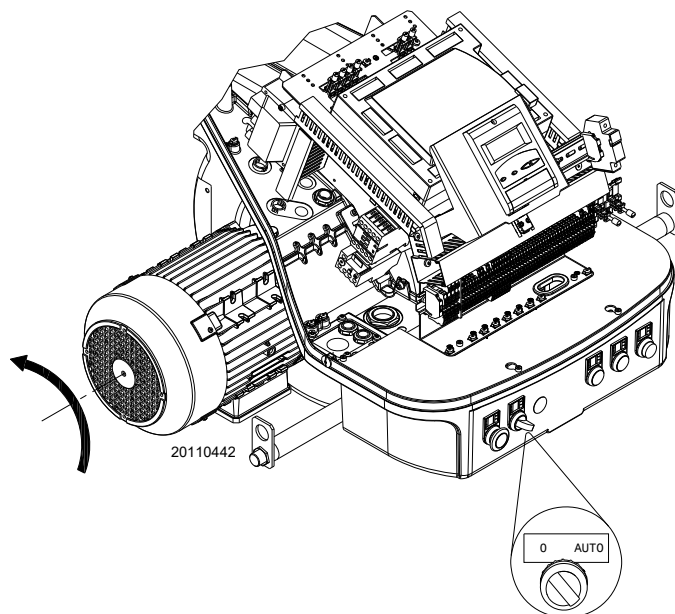

Fig. 27
Închideți termostatele/presostatele și puneți comutatorul Fig. 27 în poziția „**AUTO**”.
Dacă acestea indică tensiune, opriți **imediat** arzătorul și verificați conexiunile electrice. Când arzătorul pornește, verificați direcția de rotație a motorului, așa cum se arată în Fig. 27.
- rotiți comutatorul Fig. 27 în poziția „**0**” și așteptați oprirea echipamentului;
- acționând comutatorul „0-AUTO” din Fig. 27 la pag. 31;